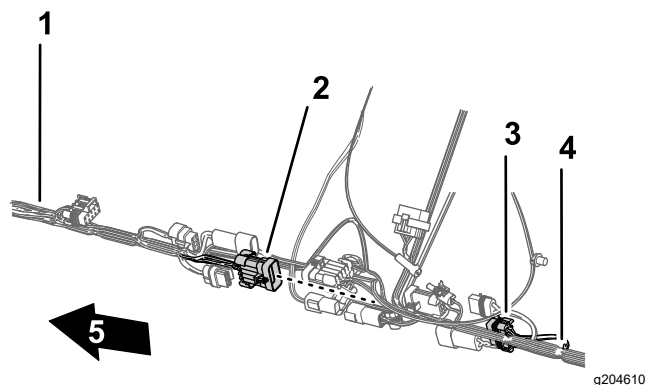

Figura 91
6. Conecte el conector de 10 pines de interconexión del arnés delantero al conector hembra de 2 vías de interconexión del arnés trasero (Figura 91).